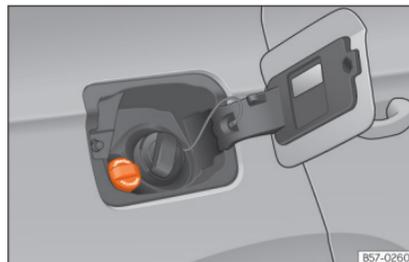

Abb. 218 Verschlussdeckel des AdBlue-Tanks
- Öffnen Sie die Tankklappe »» Abb. 218.
- Schrauben Sie die Flasche entgegen dem Uhrzeigersinn wieder heraus und ziehen Sie die Flasche vorsichtig heraus »» ❶.
- Verschlussdeckel SCR-Einfüllstutzen nach links drehen »» Abb. 218.